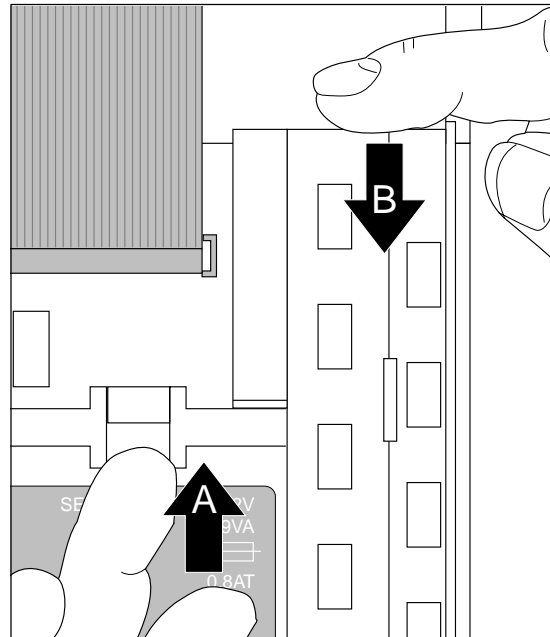

Abb. 15: Restliche Tuben ausbauen
- Zwischenwand mit einer Hand nach oben drücken (**A**) und die restlichen drei Tuben in der Reihenfolge Mitte, links, rechts herausziehen (**B**), soweit für den Austausch erforderlich. (Abb. 15)